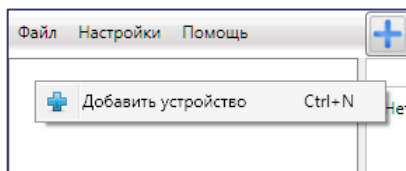

Рисунок 6.5 — Регистрация контроллера вручную
- щелкните правой кнопкой мыши по свободному месту в области дерева устройств программы *Конфигуратор Профессионал* (см. 7) и в появившемся меню выберите *Добавить устройство* (см. рисунок 6.5);